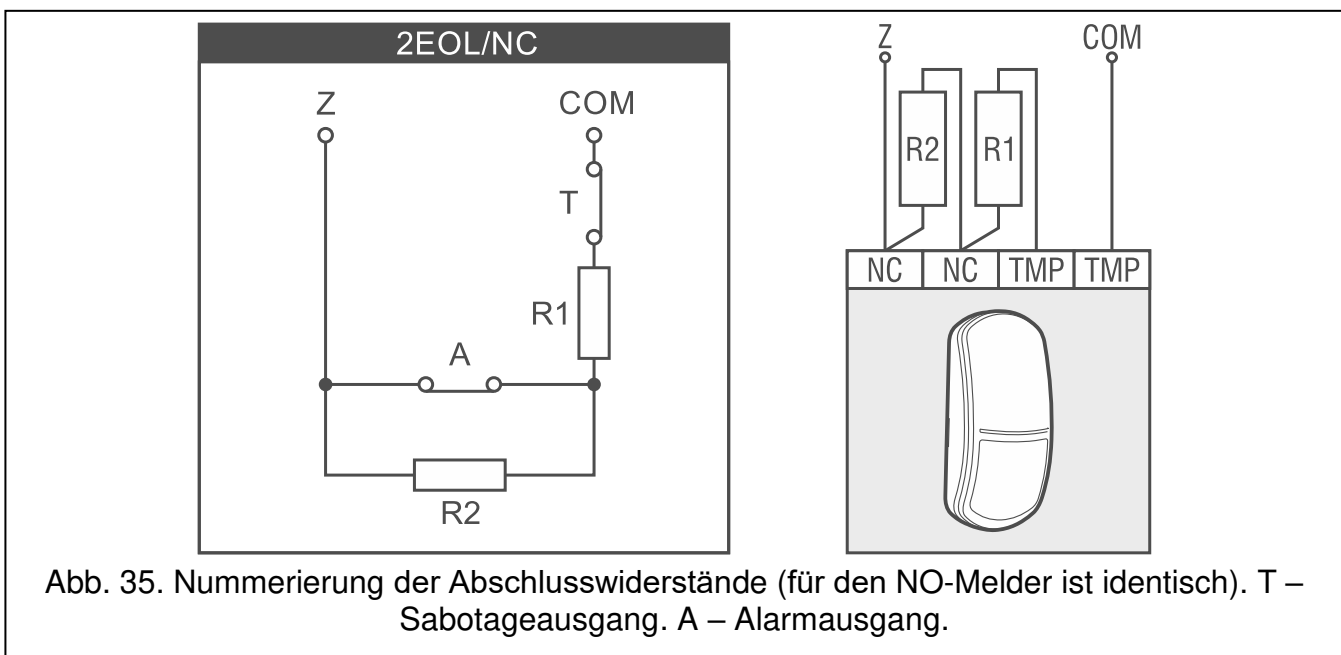

Abb. 35. Nummerierung der Abschlusswiderstände (für den NO-Melder ist identisch). T – Sabotageausgang. A – Alarmausgang.
**R1** – Wert von Widerstand R1 (siehe Abb. 35). Sie können von 500  $\Omega$  bis 15 k $\Omega$  eingeben. Werkseitig: 1,1 k $\Omega$ .
**R2** – Wert von Widerstand R2 (siehe Abb. 35). Sie können von 500  $\Omega$  bis 15 k $\Omega$  oder 0 eingeben. Wenn Sie 0 eingeben, muss der Wert der in der Konfiguration 2EOL